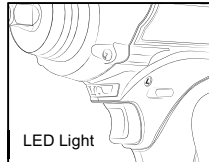

Abb. 7
2. Das Licht kann durch leichtes Drücken des Auslösers eingeschaltet werden. (Abb. 7)